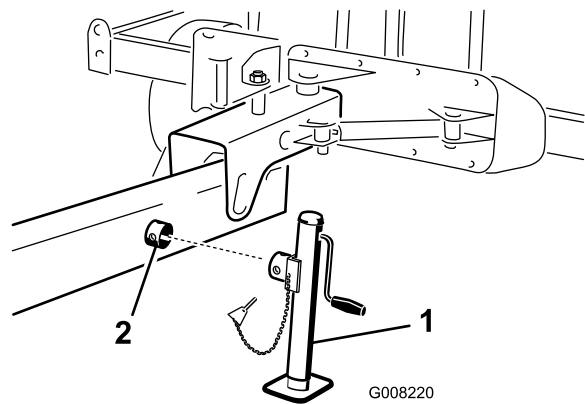

Figura 10
- 1. No lado do engate de reboque, faça deslizar o macaco até ao tubo (Figura 10).
- 2. Rode o macaco para alinhar os orifícios e fixar com o pino de sujeição (Figura 10).